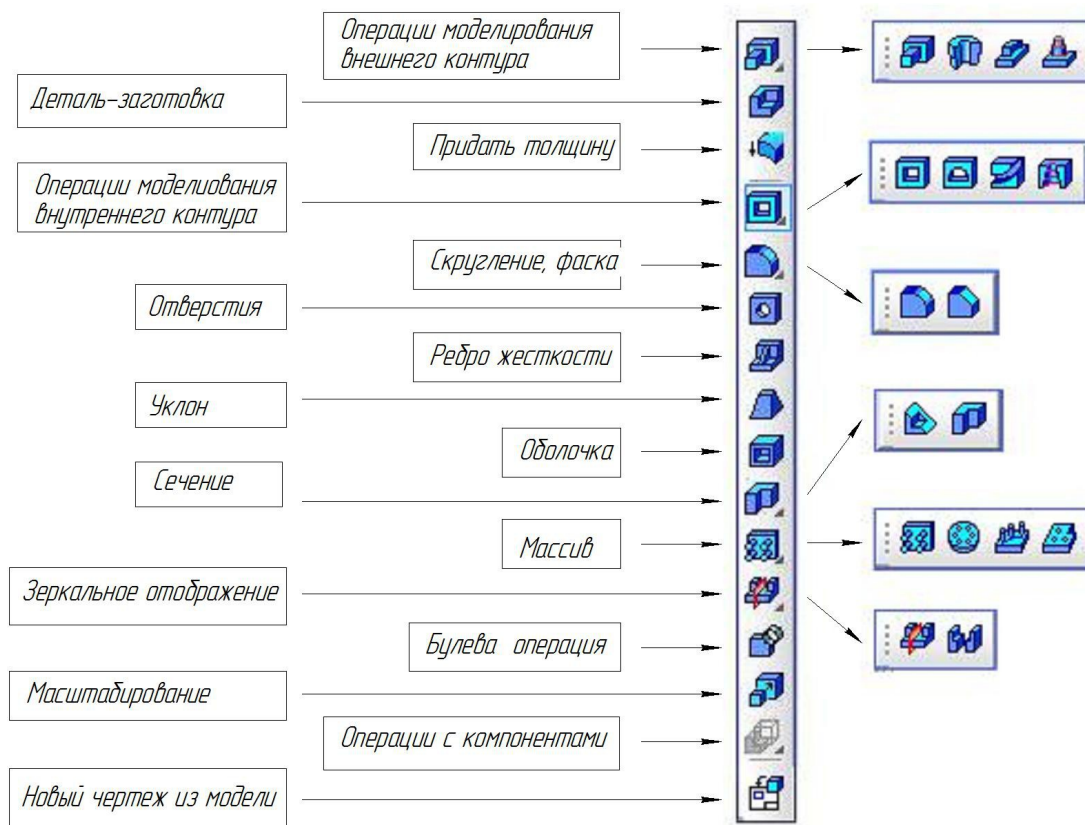

Рис. 3.4. Инструментальная панель «Редактирование»
- **Редактирование**  - содержит кнопки включения команд формирования внешней и внутренней поверхности детали, редактирования ее элементов, а также команды построения плоского чертежа из модели (рис. 3.4):